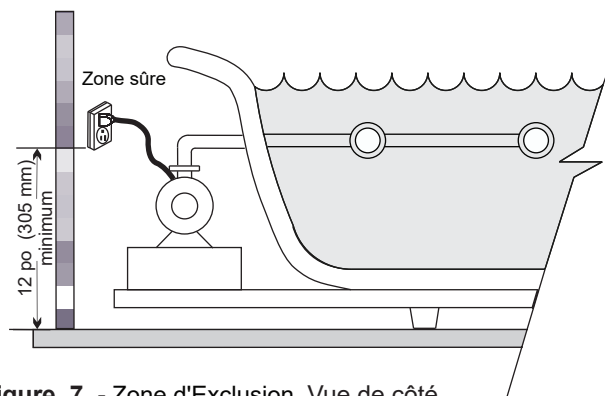

Figure. 7 - Zone d'Exclusion, Vue de côté
- La hauteur minimale pour la prise de courant de NEMA comme montré dans la figure 3 est 38 millimètres dans la norme, mais les Industries Mirolin' ont recommandé que la hauteur zonale sûre est 305 millimètres (12 po). Figure 7.